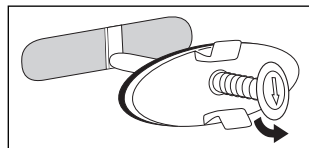

Bild 5
- Vrid spännstiftet i 90° och släpp det långsamt (Bild 5).